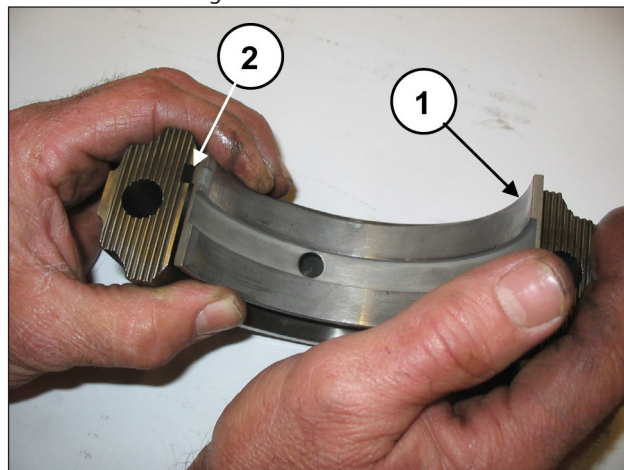
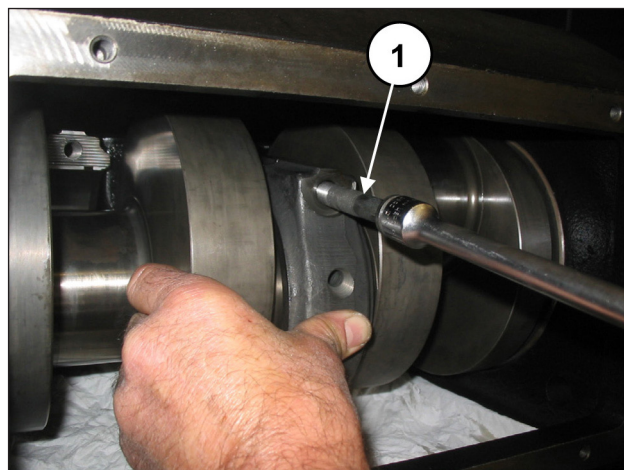

Abb. 59
Abb. 60
Montieren Sie die unteren Lagerschalen an die Pleueldeckel (Pos. ①, Abb. 59) und vergewissern Sie sich dabei, dass die Bezugsmarkierung der Lagerschalen in der entsprechenden Aufnahme am Deckel zu liegen kommt (Pos. ②, Abb. 59). Befestigen Sie die Pleueldeckel mit Pleuelhälften anhand der Schrauben M12x1.25x87 (Pos. ①, Abb. 60).